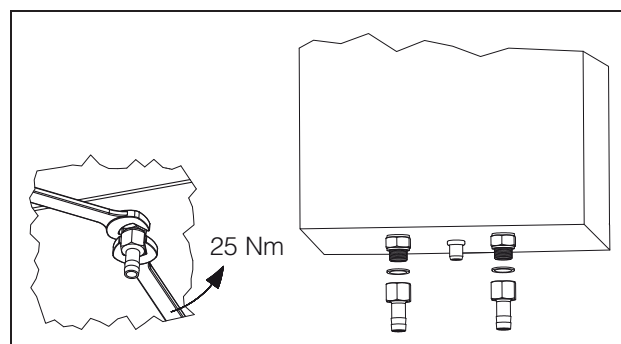

Fig. 16 : Retirer les embouts de tuyaux
- Pour cela, il faut retirer les embouts de tuyaux de l'appareil (voir fig. 16).
- Pour cela, il faut retirer les embouts de tuyaux de l'appareil (voir fig. 16, page 9)